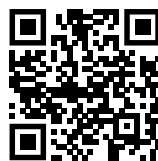

Fig. 84
- ▶ Avage Liebherr SmartMonitoring Dashboard. (vt. Fig. 84) Külmikul ja sügavkülmikul: